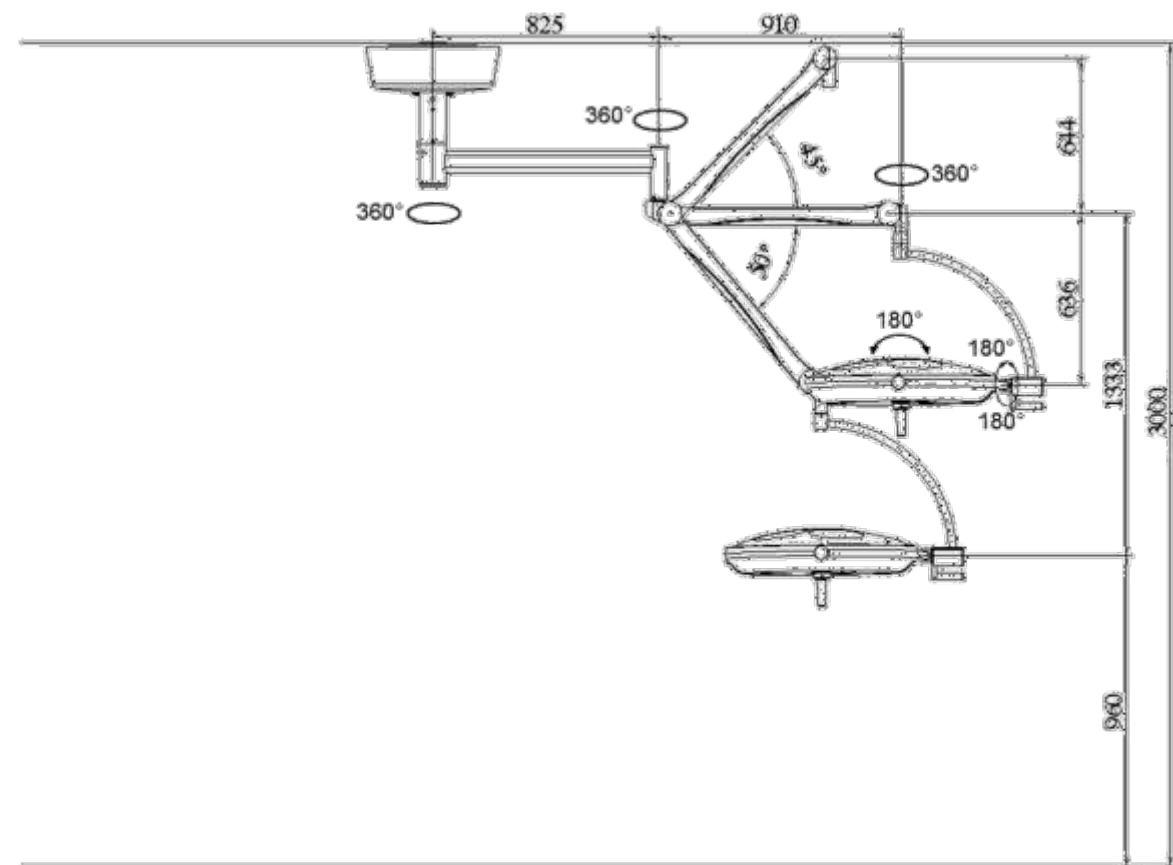

FIGURA 16 – FOCO CIRÚRGICO DE TETO SIMPLES INP-MASTER
- Figura 16 para os Focos Cirúrgicos INP-MASTER;